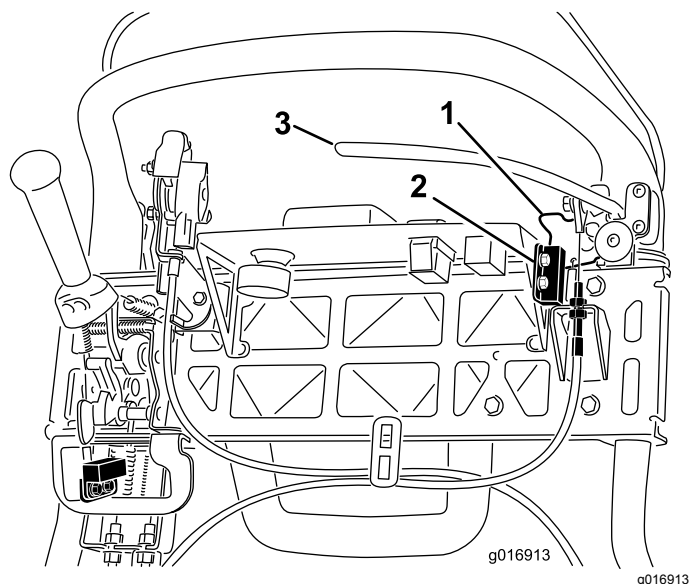

Figure 42
4. Desserrez les fixations du contacteur de sécurité et déposez-les (Figure 42).
5. Placez une cale de 1,6 mm d'épaisseur entre le verrou du frein de stationnement et le contacteur de sécurité (Figure 42).